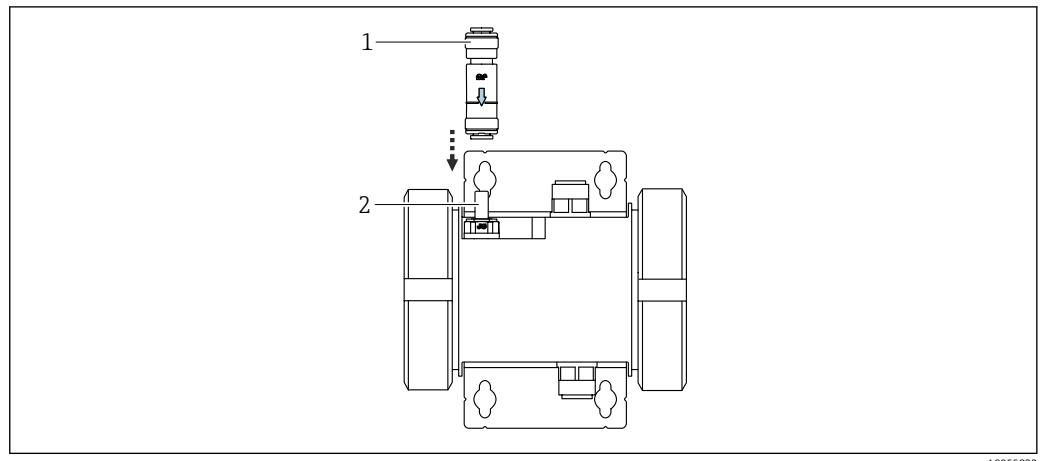

图 13 安装清洗连接口
1. 注意配气单元的安装方向 → 图 7, 图 13 或 → 图 10, 图 15。